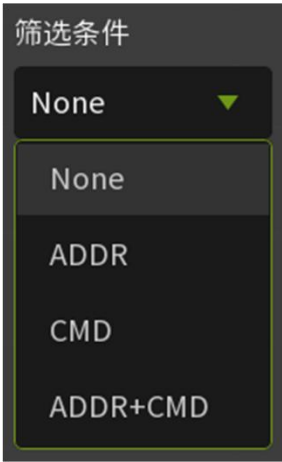

图 2.18 筛选条件
- **筛选条件：**该设置主要对测试项目进行筛选检测，且不影响主机和从机的数据传输。筛选模式含地址和命令，筛选条件如下图 2.18 所示：